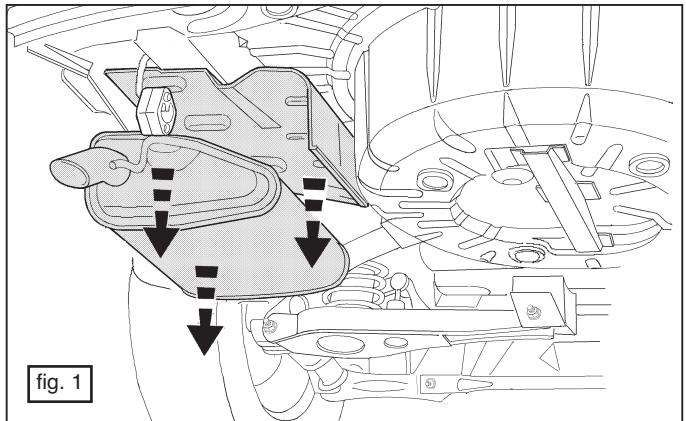
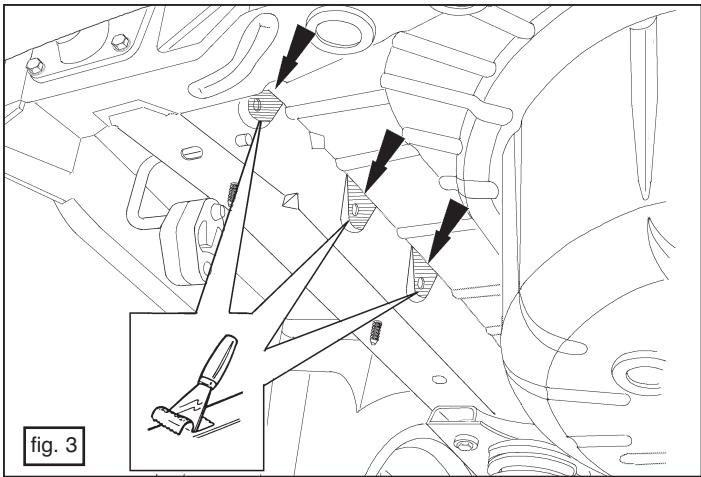
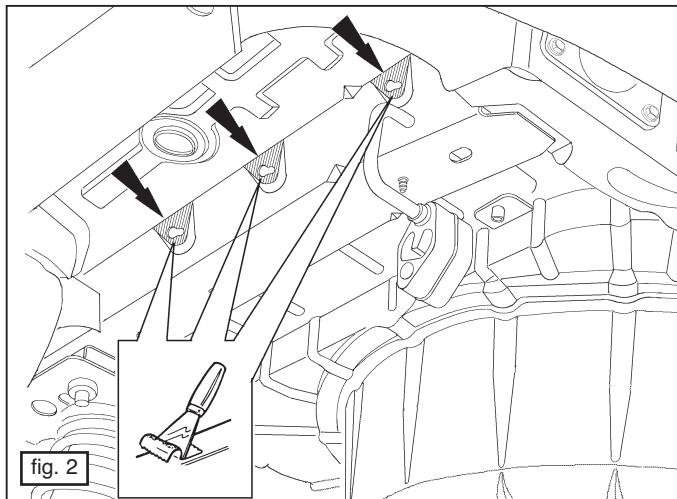

fig. 1
fig. 3
fig. 2
1. Démonter le pare-chocs. Détacher l'échappement de la dernière attache conformément à la fig. 1. Laisser l'attache en caoutchouc sur le véhicule. Déposer le bouclier thermique. Retirer sur les surfaces de contact les matériaux d'amortissement sonore, le colmatage du fond et la cire antiroille, conformément aux fig. 2 et 3.
1. Demontera stötfångaren. Tag ut avgasröret ur det sista fästet enligt fig.1. Låt gummihållaren sitta kvar på fordonet. Avlägsna värmeskölden. Avlägsna enligt fig.2 och fig.3 materialen för ljuddämpning, golvtätning och korrosionsskydd från kontaktytorna.
1. Demontér kofangeren. Tag udstødningen ud af den sidste ophængning, se fig.1. Lad ophængningsgummiet blive på køretøjet. Tag isoleringspladen af. Fjern materialerne til lyddæmpning, bundtætning og korro-
sionsbeskyttende voks ved kontaktfladerne, se fig. 2 og fig. 3.
pensión de acuerdo con la fig. 1. Dejar en el vehículo la goma de suspensión. Retirar el escudo térmico. Retirar de acuerdo con las figuras 2 y 3 los materiales de amortiguación sonora, sellado del suelo y la cera anticorrosiva a la altura de las superficies de contacto.
1. Smontare il paraurti. Estrarre il tubo di scarico dall'ultimo fermo, come indicato in fig. 1, lasciando il gommino attaccato al veicolo. Rimuovere lo scudo termico. Rimuovere i materiali insonorizzanti, anticorrosione e sigillanti a livello delle superfici di contatto, come indicato in fig. 2 en fig. 3.